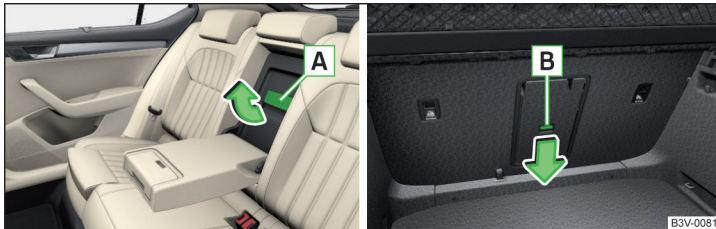

Abb. 79 Deckel öffnen: vom Innenraum aus / vom Gepäckraum aus
- › Den Griff **A** in Pfeilrichtung » Abb. 79 ziehen und den Deckel nach vorn klappen.
- › Die Entriegelungstaste **B** in Pfeilrichtung » Abb. 79 schieben und den Deckel mit der Armlehne nach vorn klappen.
Darauf achten, dass die Armlehne nach dem Schließen des Deckels immer eingerastet ist. Das lässt sich daran erkennen, dass das rote Feld oberhalb der Entriegelungstaste **B** » Abb. 79 vom Gepäckraum aus nicht zu sehen ist.